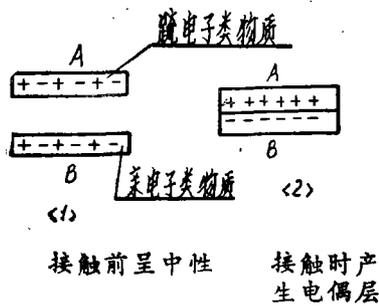

图 2
1. 接触起电: 亦称摩擦起电,当两种物体相接触又分开或彼此间摩擦时便会在接触面上产生电子转移,即一些电子从疏电子类的物质穿过接触面向亲电子一类的绝缘材料转移,使界面产生电偶层,分离时产生静电,如图2所示。